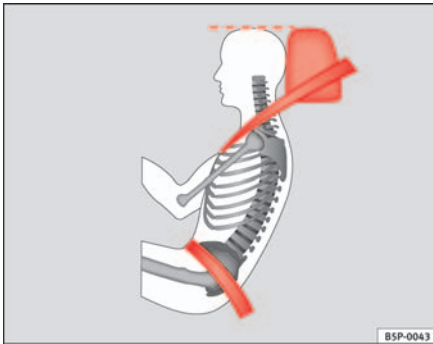

Abb. 14 Richtiger Gurtbandverlauf und richtige Kopfstützeinstellung von der Seite betrachtet
- Der Beckengurtteil des Sicherheitsgurtes muss vor dem Becken verlaufen und niemals über dem Bauch. Der Sicherheitsgurt muss flach und fest am Becken anliegen ⇒ **Abb. 14**. Ziehen Sie das Gurtband gegebenenfalls etwas nach.